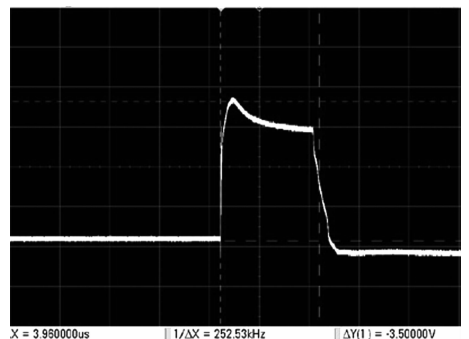

图 3 发射机晶闸管触发极触发脉冲波形
(3) 经过放大和整形后加载到晶闸管上的发射触发脉冲(发射机电源关闭状态)。主机直接送来的 12 V 电压,经过 N17805 形成 5 V 电压,加载到 54LS223 和 54LS244 芯片上,经过放大和整形后再经过 T2 变压器生成 3 路信号输出到晶闸管上的触发极。正常波形是幅度为 5 V,宽度为 3.5 μs 的方波。波形如图 3 所示。